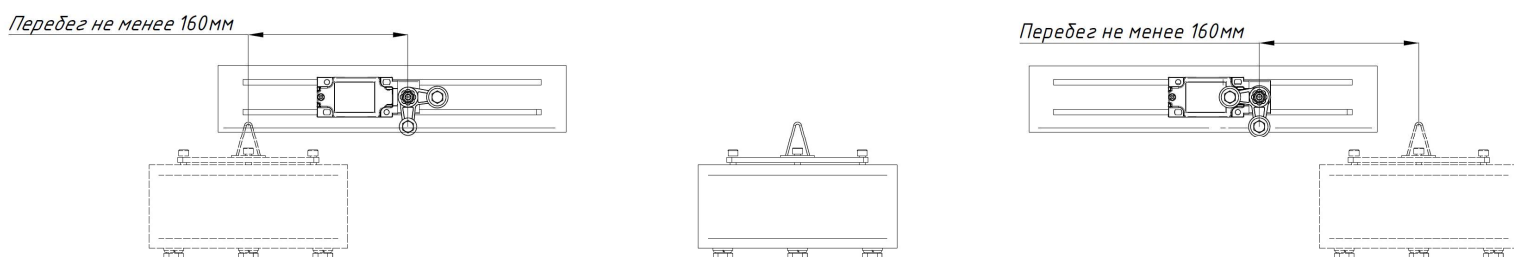

Рисунок 14
- 9.6 Вернуть концевик в положение на рис. 14.